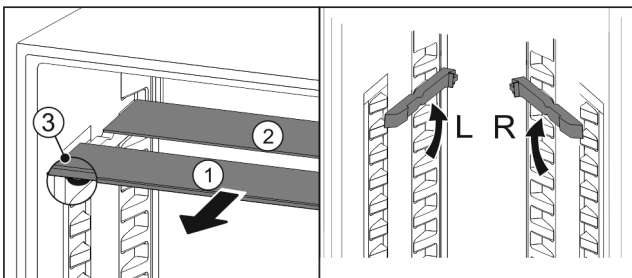

Fig. 178
- Glasplatten einzeln nach vorne herausziehen Fig. 178 (1).
- Glasplatte Fig. 178 (1) mit Zierleiste liegt vorne.
- Stopps Fig. 178 (3) zeigen nach unten.